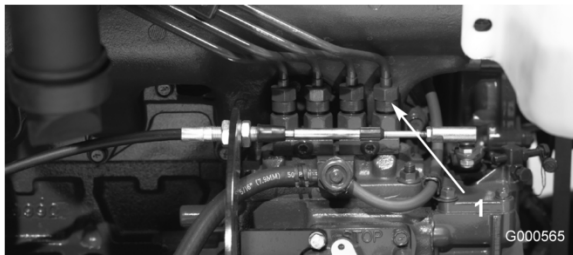

Figura 37
1. Afloje la conexión entre el tubo y el conjunto de la boquilla y soporte del inyector N° 1 en la bomba de inyección (Figura 37).